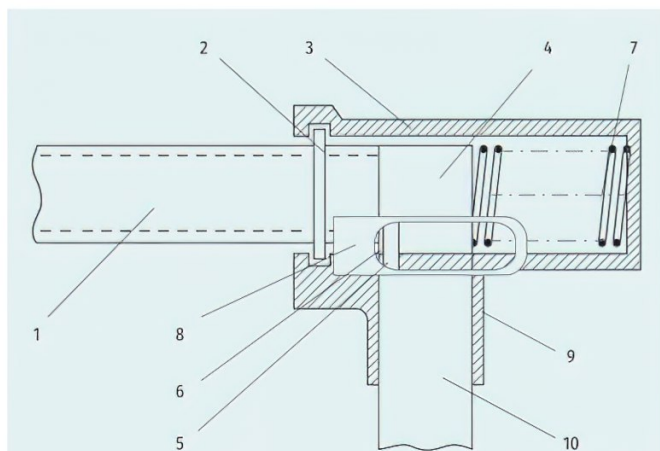

Рис. 1. Пистолет по пат. 2108527 (вид сбоку):
Улучшению комплекса нет границ. Например, дополнительная (поворотная) часть 2 каркаса шарнирно (шарнир 16 с поперечной горизонтальной осью) может быть прикреплена к основной части 1 каркаса в средней части по длине последней, она выполнена с возможностью фиксации в трех положениях, включая убранное нижнее (рис. 1), разложенное верхнее (не показано) и промежуточное (рис. 2, 3). Последнее — с приданием каркасу л-образной конфигурации в продольном вертикальном сечении.
сос велосипедного типа, который установлен в походном положении в предусмотренном для этого гнезде 19 на основной части каркаса (рис. 1, 2). Предусмотрен поясной ремень безопасности, прикрепленный слева и справа основной части 1 каркаса.
В исходном, транспортном состоянии матрас сдут (сдуты все его камеры 6–8, 18) и компактно сложен, прилегает к поверхности вещевой емкости 5 и зафиксирован относительно нее (5) или непосредственно основной части 1 каркаса. Для организации удобного относительно продолжительного отдыха (в том числе сна) в зале ожидания или иных подобных условиях сидя или полулежа каркас трансформируют в λ-образную устойчивую конфигурацию в продольном вертикальном сечении, лямки 12 расфиксируют, матрас расправляют и надувают средством 9 заполнения его камер 6–8, 18 воздухом. Предварительно лучше соединить лясками 12 вещевую емкость 5 (или непосредственно основную часть 1 каркаса) со свободным концом 11 матраса так, чтобы в надутом состоянии матрас приобрел шезлонговую форму в продольном вертикальном сечении, с опорой стыка второй 7 и третьей 8 камер и узкого торца 11 в пол 15 или в вывешенном состоянии, как на рис. 1.